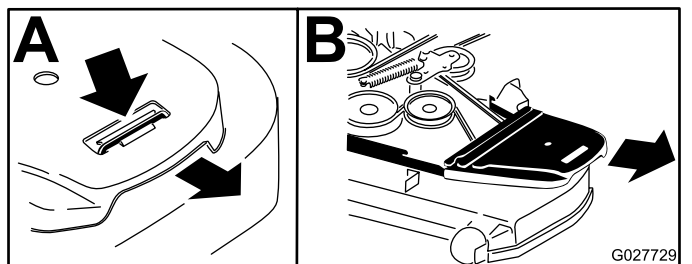

Figure 98
5. Retirez le couvercle de courroie en plastique (Figure 98).
4. Retirez les couvercles de courroie (Figure 98).